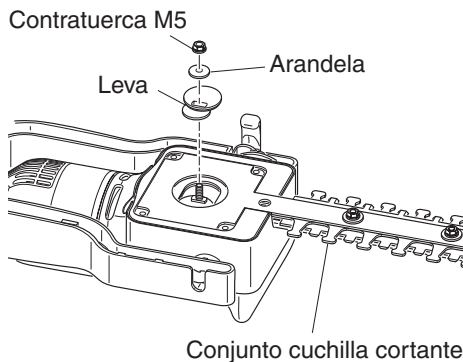

Figura 19 - Retiro de la leva
3. Retire la contratuerca M5 y arandela de la leva (Vea la Figura 19).
4. Alinee la leva con el conjunto cuchilla de corte. Retire la leva (vea la Figura 19).
8. Alinee el conjunto cuchilla de corte de modo que la leva encaje correctamente en los lóbulos ovalados de este conjunto (vea la Figura 19). **IMPORTANTE:** El reborde de diámetro mayor de la leva debe estar hacia arriba como alejándose del cabezal de potencia. El reborde de diámetro menor de la leva debe alinear y asentar directamente en la parte superior del otro reborde de la leva.